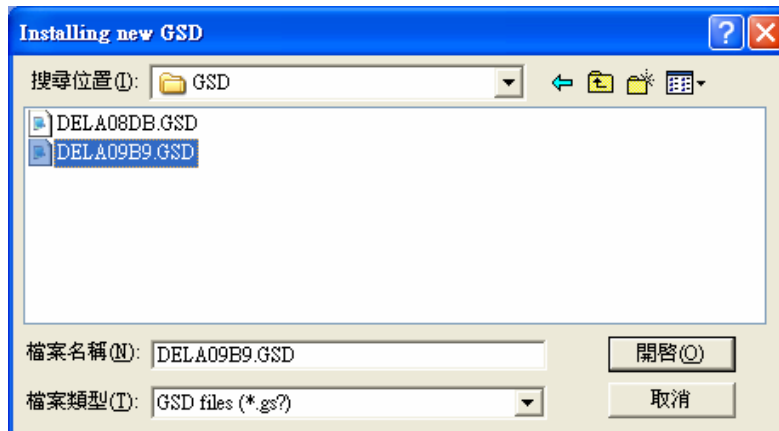

图 10-18
2. 找到 GSD 的存放路径，选择要安装的 GSD 文件后点击『开启』按钮即可加入所需要的 GSD 文件，如图 10-18 所示。